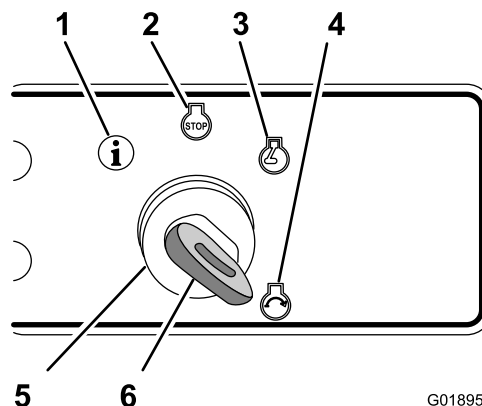

Figure 8
- Pour mettre le moteur en marche, tournez le commutateur à clé à la position Démarrage, puis relâchez la clé quand le moteur démarre; la clé revient alors automatiquement à la position Contact (Figure 8).
- Pour arrêter le moteur, tournez le commutateur à clé à la position Arrêt du moteur (Figure 8).
- Pour afficher le compteur horaire, le dernier message d'anomalie et la version du logiciel, tournez le commutateur à clé à la position Information (Figure 8).